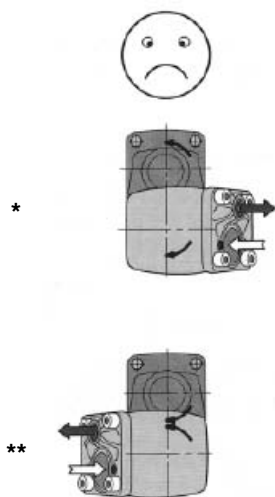

Fig. 1.
- Korteste levetid: Pumpe monteret som i fig. 1.